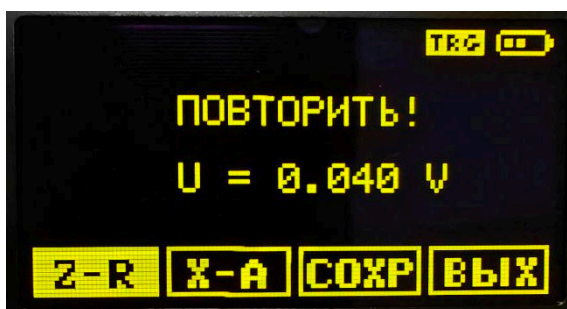

Рисунок 3.20
3.4.4 Если значение измеренного напряжения ниже установленного порога отбраковки, то измерение параметров внутреннего сопротивления не производится, на дисплей выводится сообщение «ПОВТОРИТЬ!» и значение измеренного напряжения (рисунок 3.20). Такой ЭХИП считается забракованным.